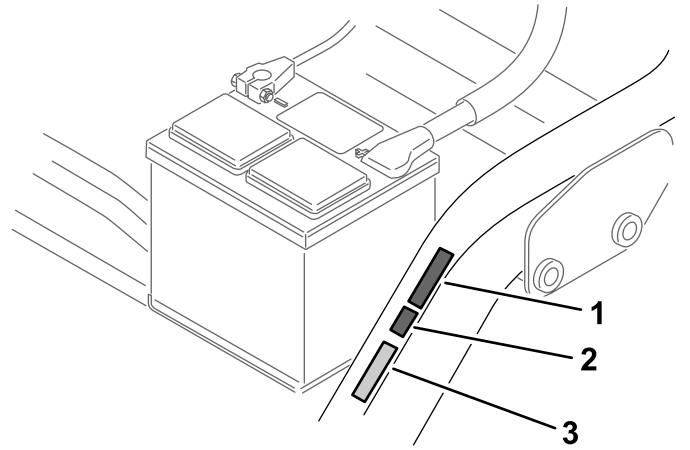

图 14
- 将 CE 生产年份标贴粘贴在 CE 标贴旁边 图 14。
- 将 CE 标贴粘贴在序列号牌旁边 图 14。